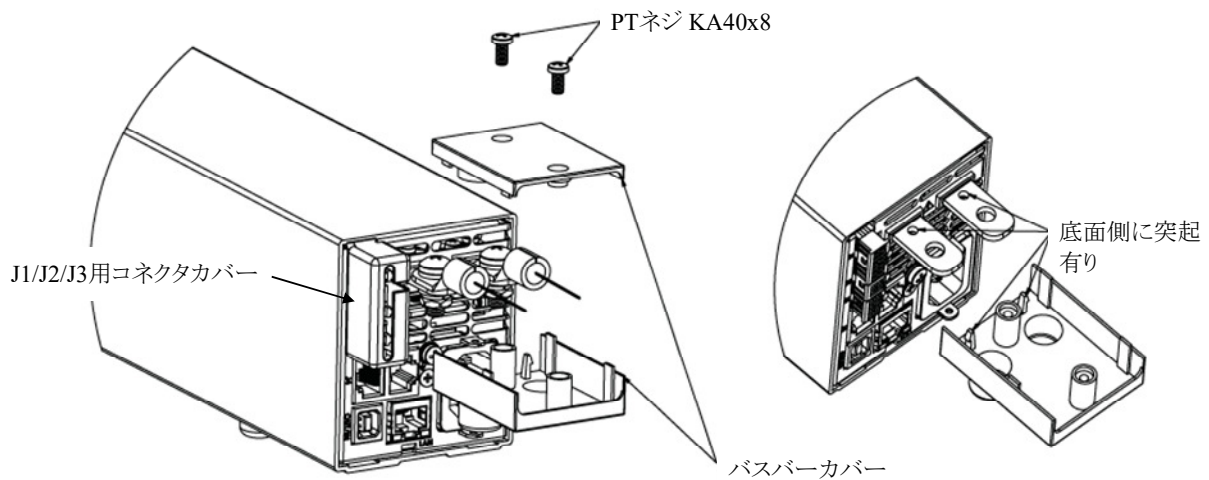

図4-8 バスバーカバーの接続(定格出力電圧10V~100Vモデル)
- 図4-8のようにバスバーカバーおよびJ1/J2/J3用コネクタカバー(どちらも製品に添付されています)を取り付けてください。